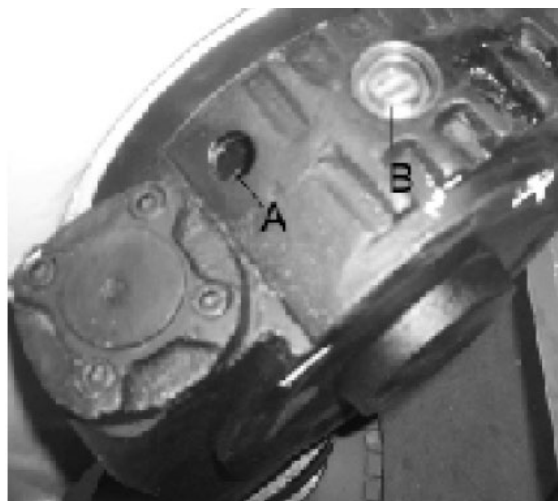

Рис. 25
6. Удалить гайку для доступа к маслозаливному отверстию (В) (рис. 25).